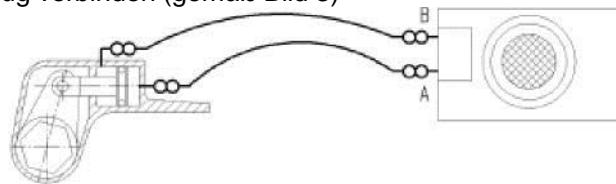

Bild 3
- > Ölstand prüfen, der Pegel muss zwischen der Minimal- und Maximalmarkierung des Ölschauglases (6) stehen.
- > Hydraulikaggregat mittels Schraubkupplungen mit den Schläuchen und dem hydraulischen Drehmomentwerkzeug verbinden (gemäß Bild 3)